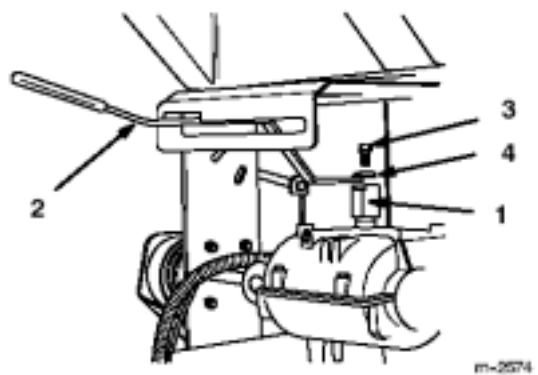

图1
1、将固定块对准变速箱上面的输出轴，轴端平面并放好。(图1)